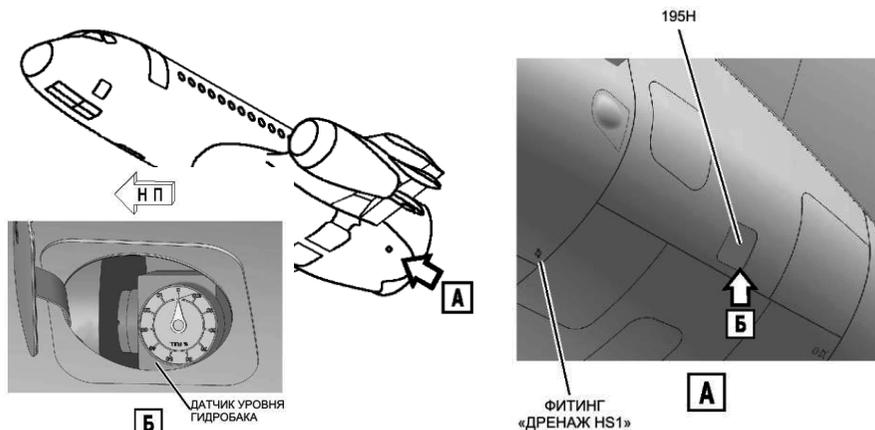
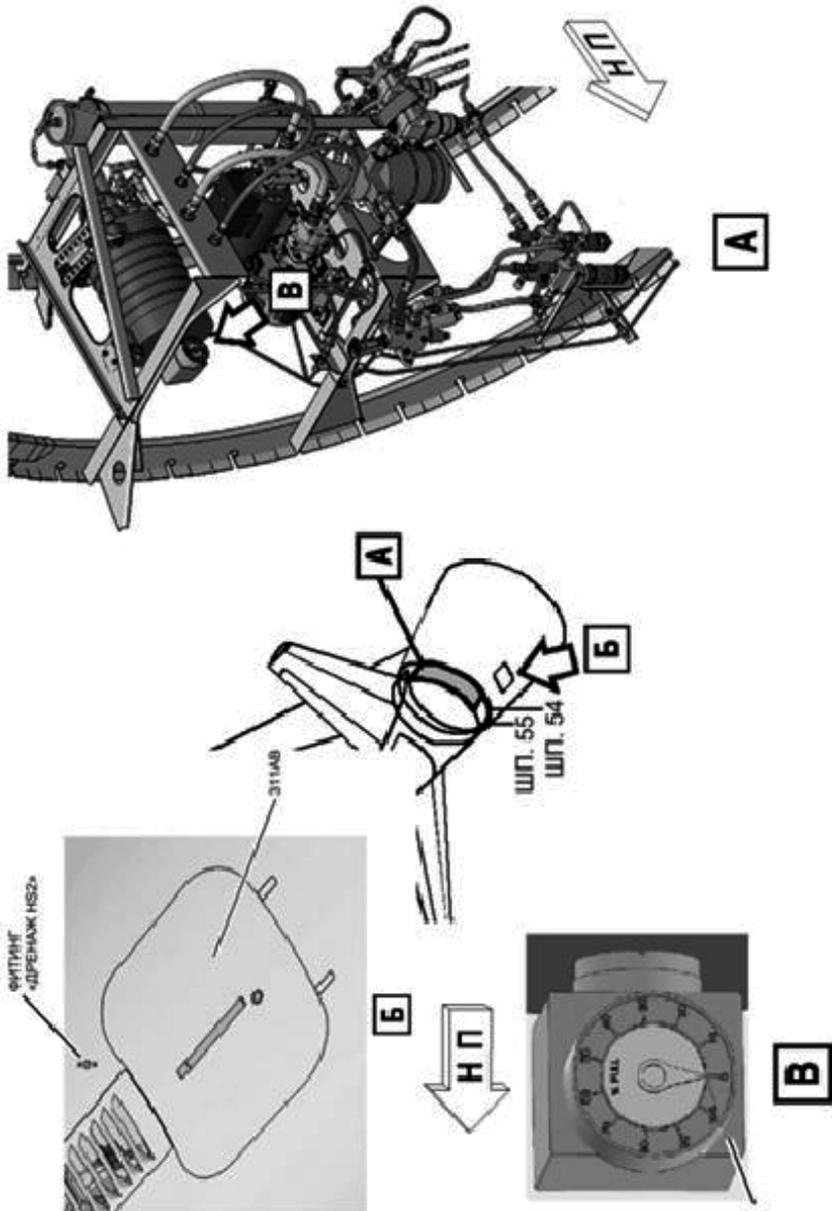
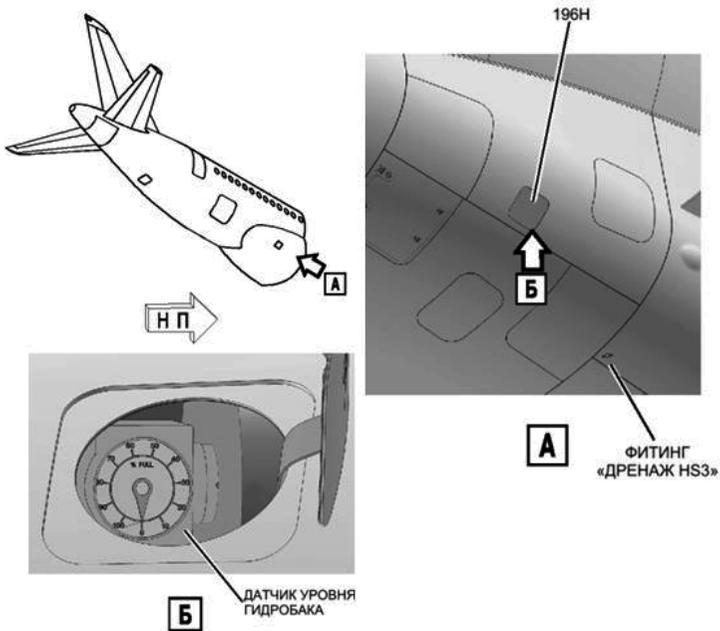

Рис. 19. Датчик уровня гидробака ГС1.
Рис. 20. Датчик урвня гидробака ГС2.
Рис. 21. Датчик уровня гидробака ГСЗ.
2. Произведите контроль уровня гидравлической жидкости по указателю датчика уровня гидробака ГС1 (рис.19), ГС2 (рис. 20) и ГС3 (рис. 21).